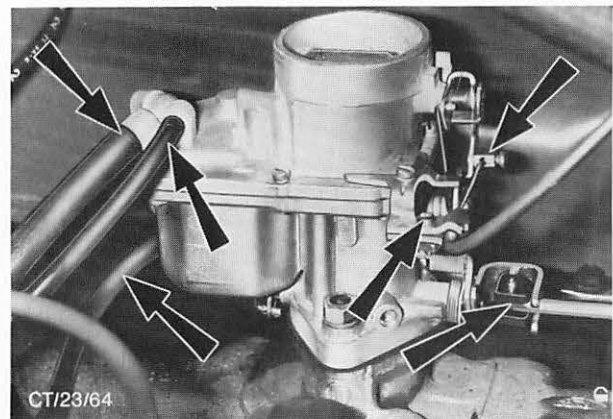

Abb. 37 Mit Pfeil markierte Teile beim Ausbau des Vergasers lösen bzw. abbauen (Vergaser mit handbetätigter Startvorrichtung gezeigt).
5. Bei Vergasern mit handbetätigter Startvorrichtung Betätigungszug der Starterklappe vom Vergaser abklemmen. Abb. 37.